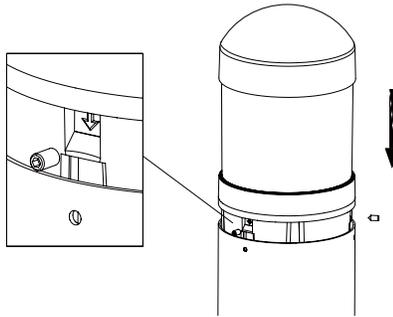

Figure 5
6. Install the head to shaft, aligning any of the 3 screw holes on shaft with any of the 3 screw slots (marked with arrow) on head, and tighten the screws. Fig. 5
6. Installez la tête sur le corps du luminaire, en alignant l'un des trois trous de vis du corps du luminaire sur l'une des trois fentes de vis (marquées d'une flèche) de la tête, et serrez les vis. Fig. 5